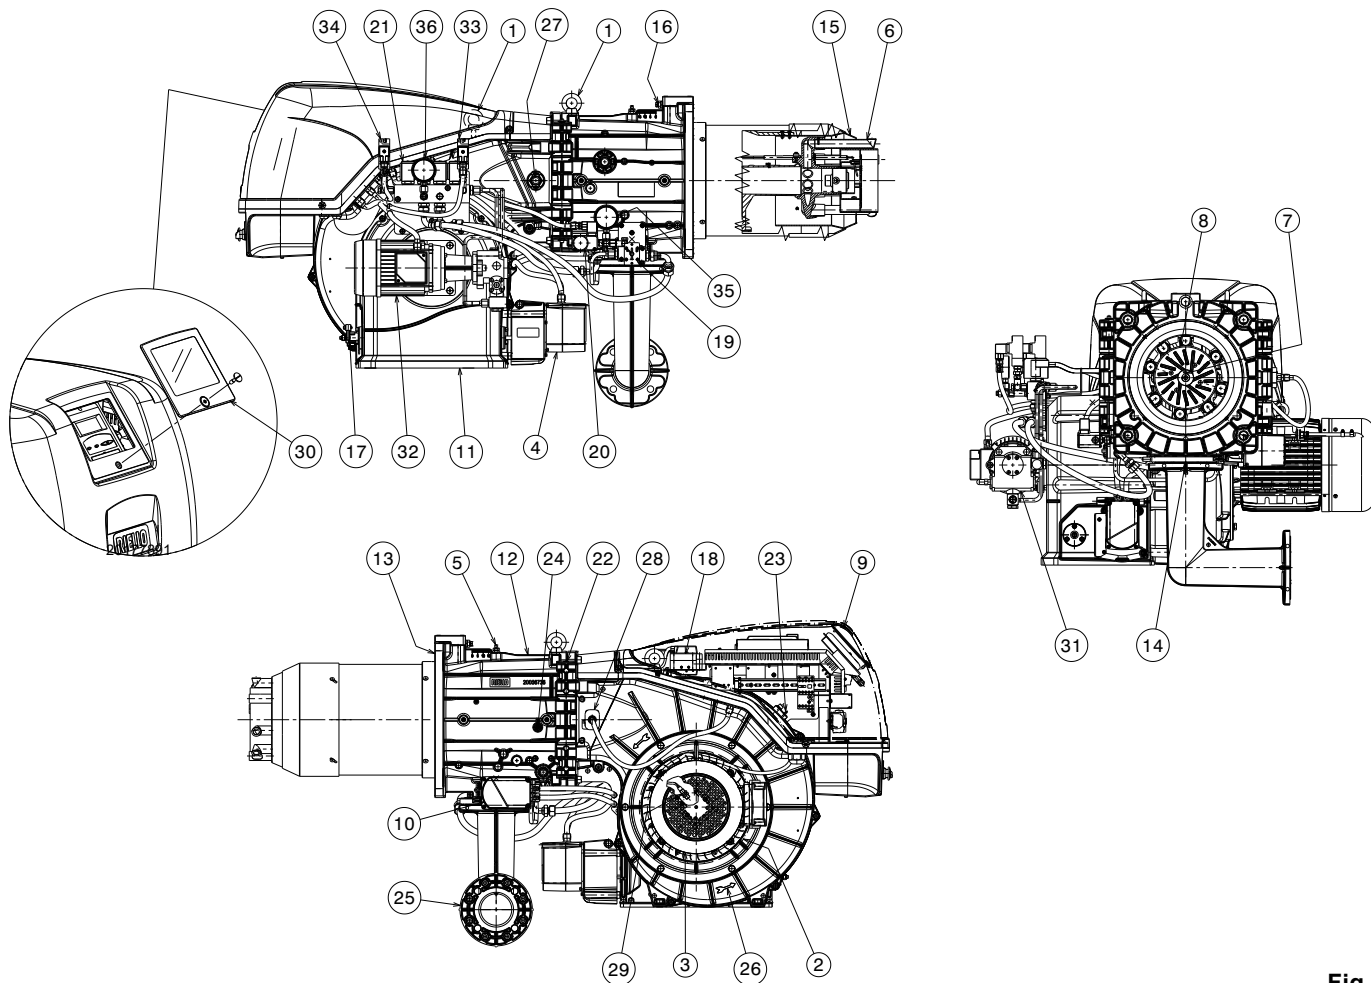

Fig. 5
- (1) Condiciones de referencia: Temperatura ambiente 20 °C - Temperatura gas 15 °C - Presión barométrica 1013 mbar - Altitud 0 m s.n.m.
- (2) Presión en el conector hembra del presostato 5)(Fig. 5 en pág. 12) con presión cero en la cámara de combustión y a la potencia máxima del quemador.
- (3) Presión sonora medida en el laboratorio de combustión del fabricante, con quemador funcionando en caldera de prueba a la máxima potencia. La potencia sonora se mide con el método "Free Field", previsto por la norma EN 15036, y según una exactitud de medición "Accuracy: Category 3", como se describe en la norma EN ISO 3746.